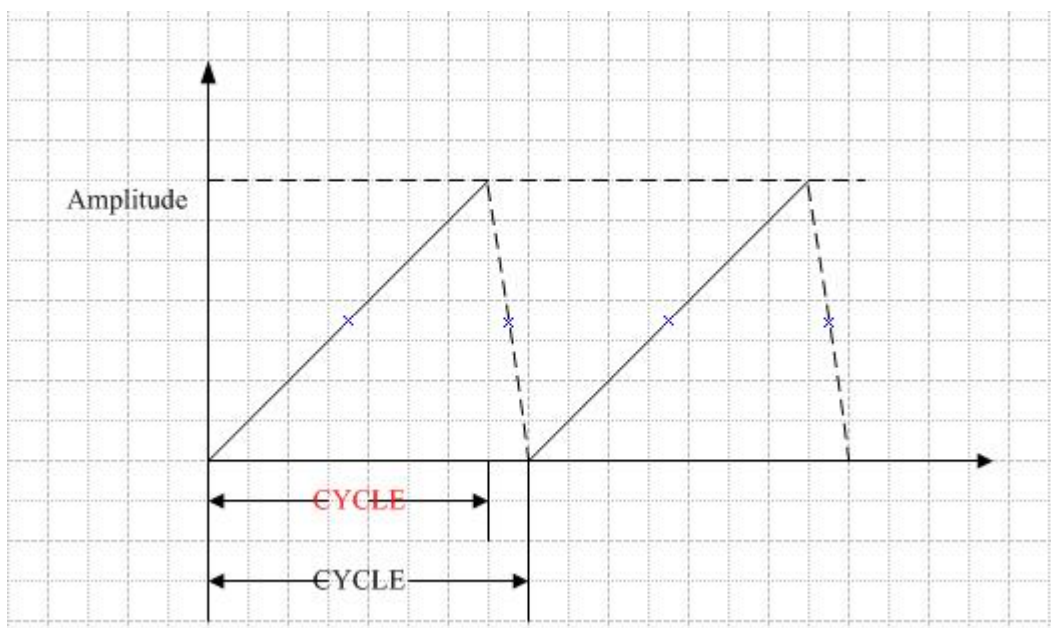

图 118 周期图
- 当 BASE=0 且函数类型为 SAWTOOTH_RISE 或 SAWTOOTH_FALL 时, CYCLE 所示循环周期如图 118 黑色字体所示, 而不是红色字体所示 (因为实际的信号产生中, 不会有直上直下的波形, 即一个时间点对应两个值的情况)。